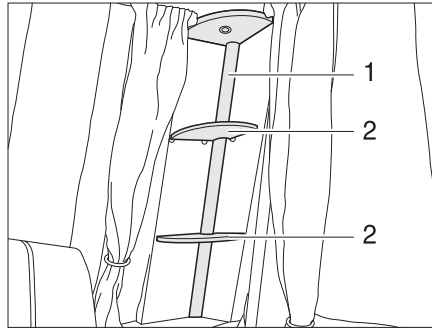

Fig. 172 Columna luminosa
- Quitar las repisas (Fig. 172,2).
- Apretar el vidrio de la lámpara (Fig. 172,1) levemente y retirarlo.